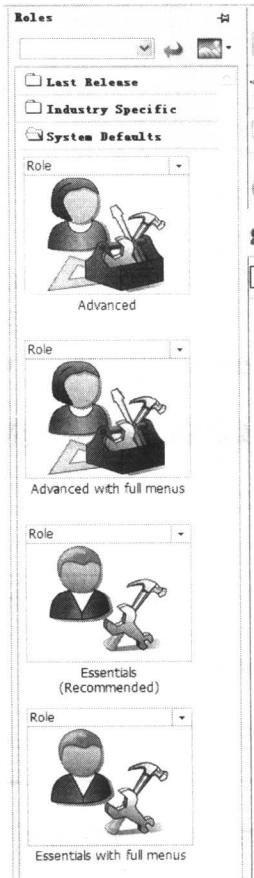

图 2 角色
NX4 提供了 4 种工具集供不同使用层次的用户选用，如图 2 所示。
- 在资源条上单击角色（Roles）图标，打开角色面板，如图 2 所示。